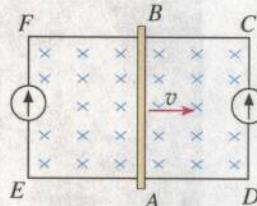

图 4.3-10 判断感应电流的方向
- 在图4.3-10中CDEF是金属框，框内存在着如图所示的匀强磁场。当导体AB向右移动时，请用楞次定律判断ABCD和ABFE两个电路中感应电流的方向。